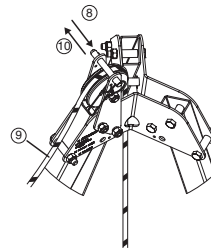

Fig. 10
8. Verwijder de kogelbroche die zich boven de geleiderol, bovenaan de tracpode-drievoet bevindt (Fig. 10, 8).
9. Breng de streng van het Derope™-toestel rond de geleiderol (Fig. 10, 9).
10. Plaats de kogelbroche terug om te vermijden dat de streng uit de geleiderol komt (Fig. 10, 10).